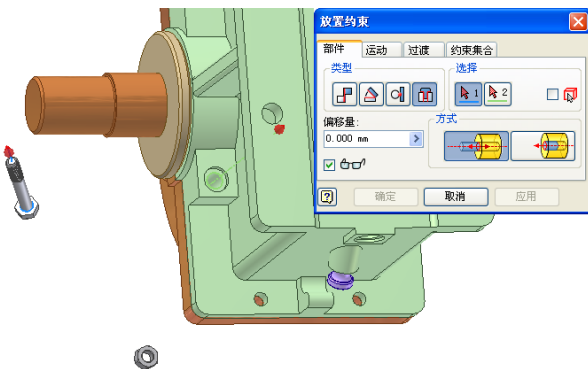

图 10-38 插入约束示意图
①单击【装配】标签栏【零部件】面板上的【放置】工具按钮，装入螺栓和螺母零件，单击【装配】标签栏【位置】面板上的【约束】工具按钮，为螺栓和下箱体零件之间添加插入约束，具体过程不再赘述，其插入示意图如图 10-38 所示。